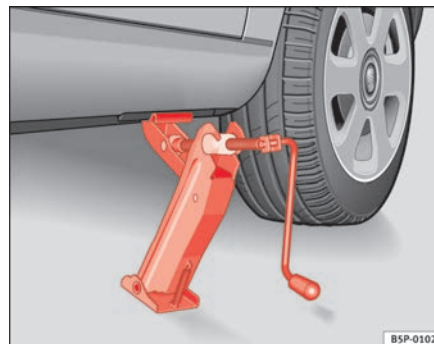

Abb. 177 Wagenheber
- Richten Sie den Wagenheber so aus, dass seine Klaue den Steg des Unterholms umfasst und die bewegliche Grundplatte plan auf dem Boden aufliegt ⇒ Seite 248, Abb. 177.